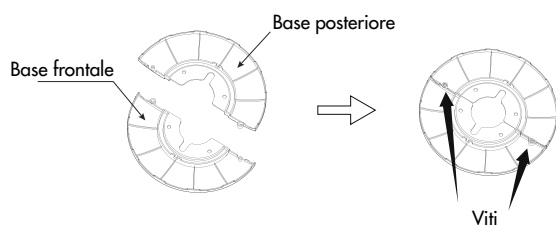

Fig. 1
- Agganciare la base frontale e la base posteriore, fissandole con due viti (Fig. 1)